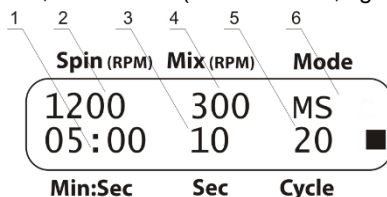

Figure 4. Centrifugation + vortex
- 5.10.1. Sélectionnez l'algorithme approprié (indication **M.S.** du paramètre **Mode**, fig. 4/6).
- 5.10.2. Réglez la vitesse de centrifugation souhaitée, de 300 à 1 500 tr/min (incrément 100 tr/min, fig. 4/2).
- 5.10.3. Réglez le temps de centrifugation souhaité, de 1 s à 30 min (incrément de 1 s, après 1 min - 1 min, fig. 4/1).
- 5.10.4. Réglez la vitesse de vortex souhaitée, de 300 à 1 200 tr/min (incrément de 100 tr/min, fig. 4/4).
- 5.10.5. Réglez le temps d'utilisation du vortex souhaité, de 1 à 60 s (incrément 1 s, fig. 4/3).
- 5.10.6. Réglez le nombre de cycles de l'algorithme sms souhaité, de 1 à 999 (fig. 4/5).